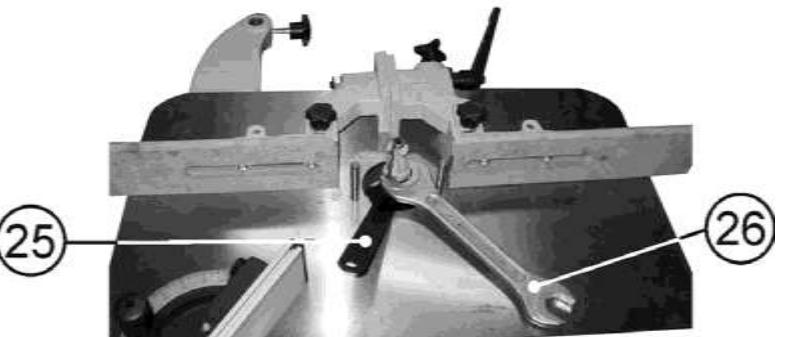
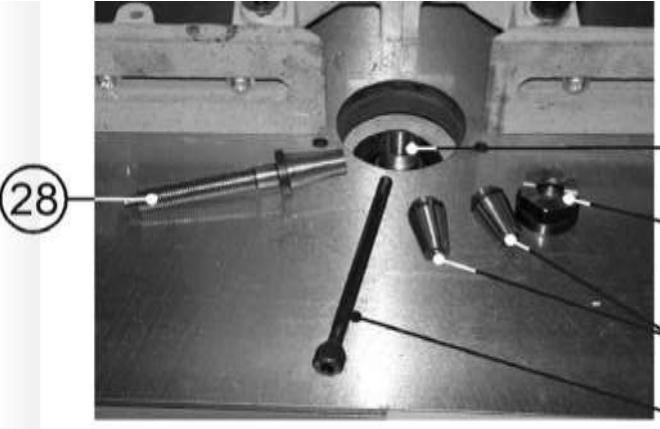

Рис.6
Рис.8
8.5.1. На станке предусмотрена замена вставки шпинделя или возможность установки шпиндельной насадки (цангового зажима) на место вставки шпинделя (28), Рис.8.
8.5.2. Удерживая ключом (25), Рис.6, шпиндель (29), Рис.8, открутите на два – три оборота шпильку (27), Рис.7. Лёгкими ударами деревянного молотка по нижнему концу шпильки (27), Рис.7, конус вставки шпинделя (28) выведите из зацепления с конусом шпинделя (29). После чего, продолжая удерживать ключом (25) шпиндель (29), выкрутите шпильку (27). Извлеките шпиндельную вставку (28), Рис.8.
8.5.3. Вставьте конусную часть шпиндельной вставки (28) в ответную конусную часть шпинделя (29). Вставьте шпильку (27), используя ключи, как описано выше и закрутите шпильку (27) до определённого усилия, Рис.8.
- 8.6.2. Вставьте в конусную часть шпинделя (29) цангу (31). На резьбовую часть шпинделя (29) накрутите на 1-2 оборота колпачковую гайку (30), Рис.8.